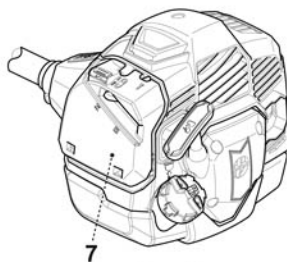

Fig. 12
- > Dacă motorul este rece, apăsați butonul de amorsare [7] la pornire (Fig. 12).